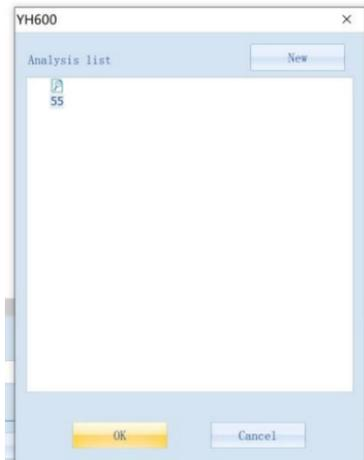

Figura 2-11
- (3) Seleccione la información de un paciente en la biblioteca de casos para abrirla. aparece la interfaz que se muestra en la Figura 2-11.